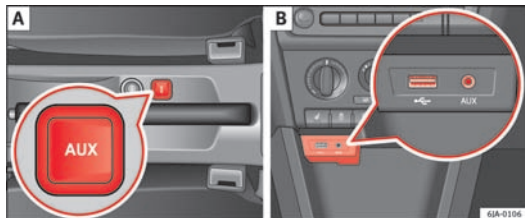

Fig. 42 AUX-IN-indgang og MDI-indgang
- Mellem forsæderne i midterkonsollen ⇒ Fig. 42 - [A]
- I opbevaringsrummet i midterkonsollen foran ⇒ Fig. 42 - [B]
MDI-indgangen sidder over opbevaringsrummet i midterkonsollen foran ⇒ Fig. 42 - [B].